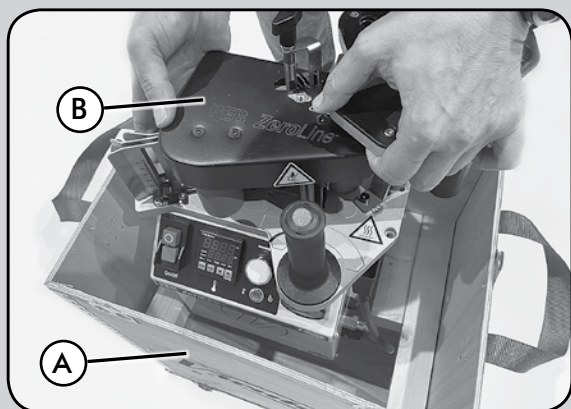

Fig. 2
- Extraiga la máquina B (Fig. 2) del interior de la caja A (Fig. 2).